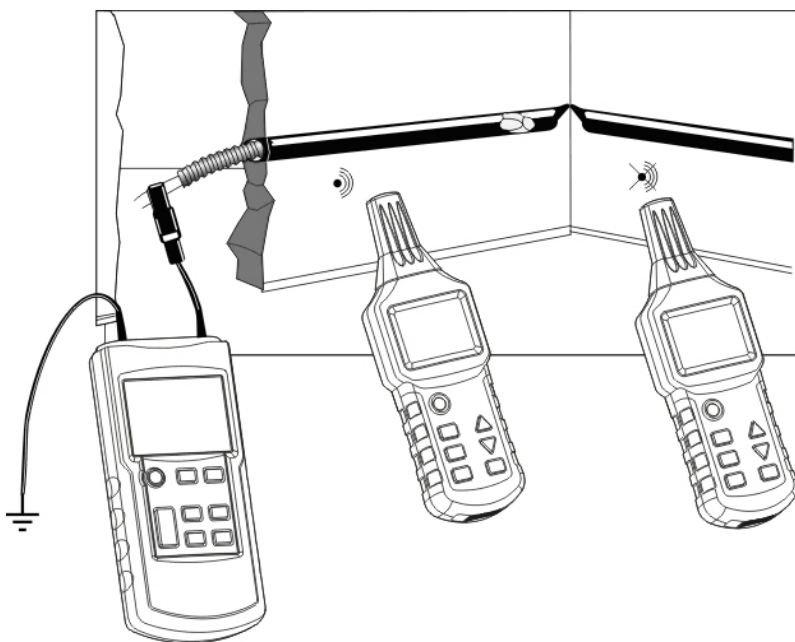

Fig.14
- L'emettitore è collegato ad un tubo elicoidale metallico (tubo o condotto flessibile metallico) e ad una terra ausiliare come illustrato dalla Fig.14;